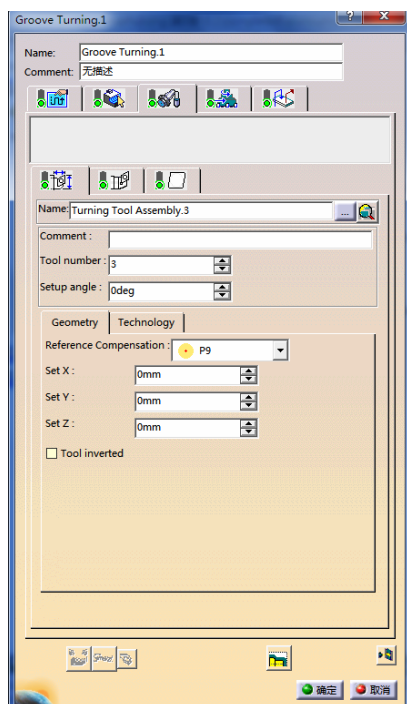

图 6-141 刀具参数选项卡 (8)
- 单击“Groove Turning.1”对话框中的, 切换到刀具参数选项卡（8），在“Name”文本框中输入“Turning Tool Assembly.3”，如图 6-141 所示。